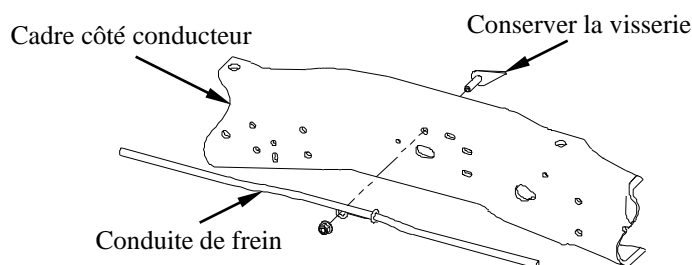

Figure 4a
3. **Sur les modèles 1999 à 2004 seulement.** Enlever le support de câble de frein d'urgence supérieur du cadre de la camionnette et conserver la ferronnerie. Voir la Figure 4a.